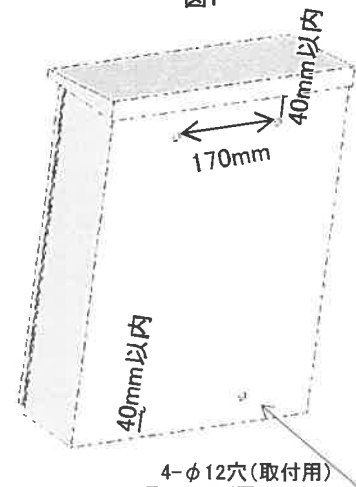

図2
② 取り付け用の穴を上下端から40mm以内で巾は170mmでボックスの背面に開けてください。〈図2〉